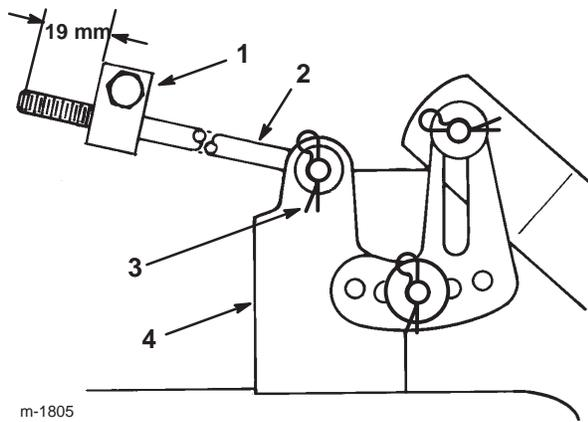

Bild 45
- Messen Sie die Länge der Stange, die vorne aus dem Einstellblock an den Seiten des Rahmens heraussteht (Bild 45). Entfernen Sie, wenn die Länge der Stange nicht 19 mm beträgt, den Splint und die Scheibe vom Ende der Stange (Bild 45) und drehen Sie die Stange, bis die Länge von 19 mm erreicht ist.